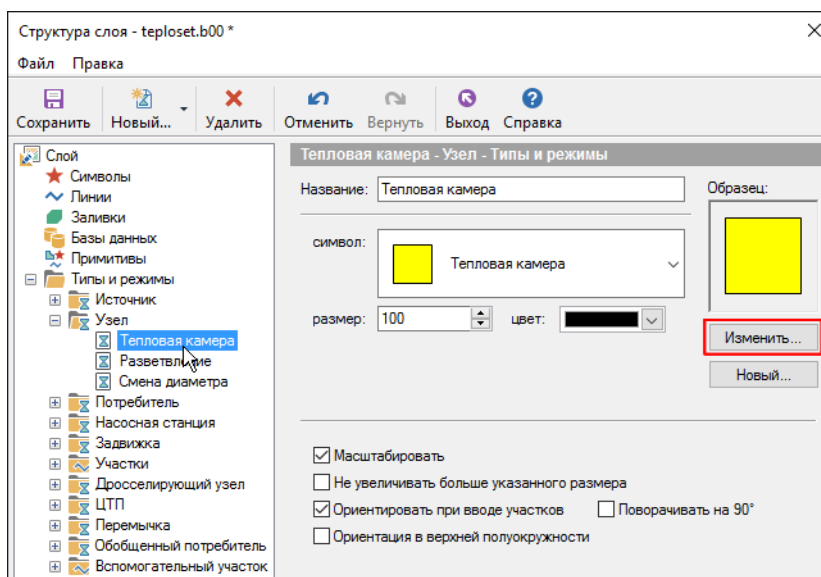

Рисунок 4.21. Изменение внешнего вида объекта тепловой сети
1. В окне структура слоя () в дереве Типы и режимы щелчком левой кнопкой мыши выделить режим, для редактирования, например Тепловая камера. (смотрите Рисунок 4.21, «Изменение внешнего вида объекта тепловой сети»).